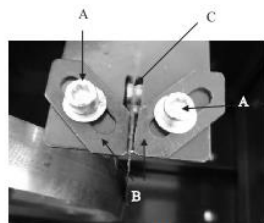

Рисунок 11
1. Ослабьте винты (рис. 11А), чтобы отрегулировать две направляющие пластины (рис.11В), установите необходимое пространство, чтобы поместить ленточное полотно в паз (рис. 11С).